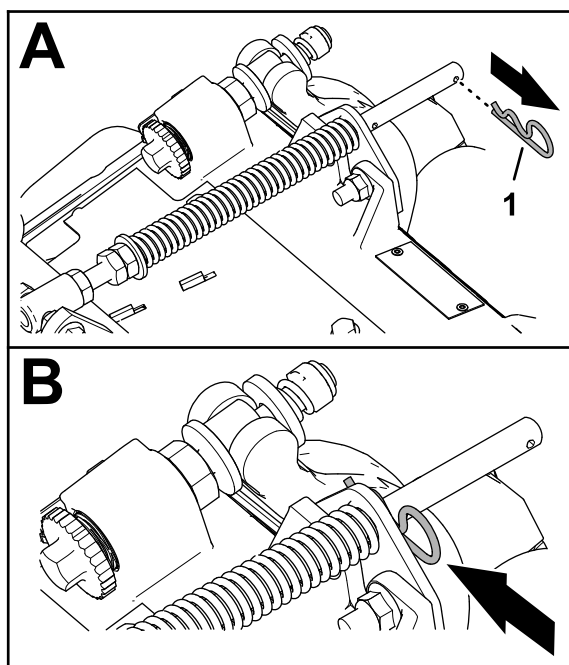

Figura 7
1. Se o perno de gancho for instalado no orifício posterior da haste de mola de compensação, remova o perno de gancho e insira-o no orifício junto ao suporte (Figura 7).